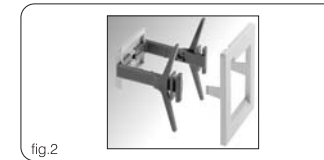

fig. 2
- parte trasera del cuadro con kit a pedido (Fig. 2).